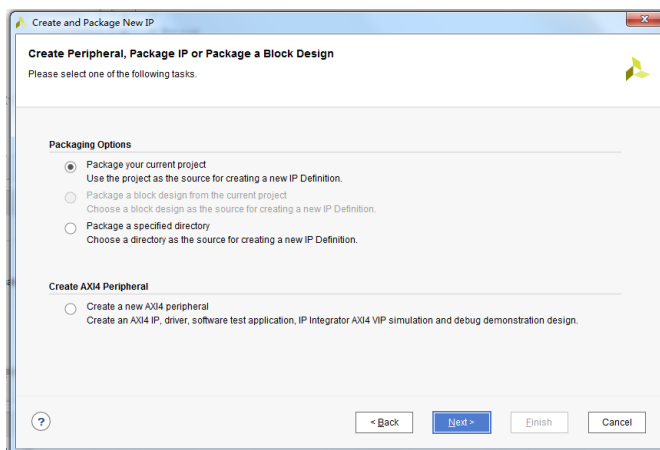

图 2-5 封装选项
**Next**。在之后弹出的窗口中如图 2-5 所示设置封装选项。点击 **Next**。